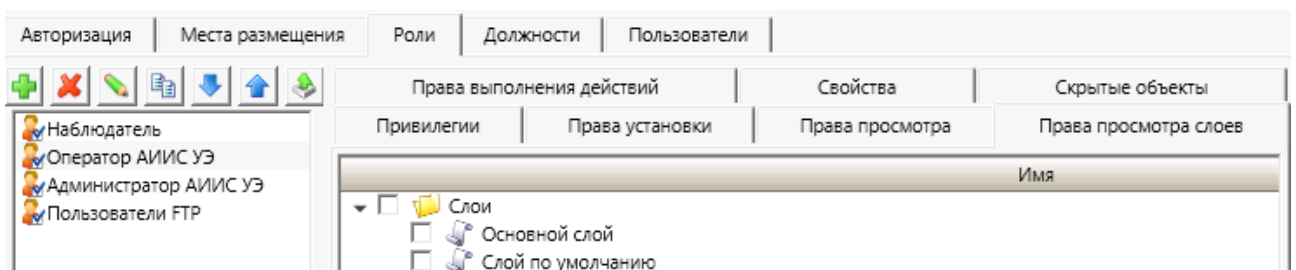

Рисунок 14 – Подраздел **Права просмотра слоев**
3.3.3.4 Подраздел **Права просмотра слоев** (рисунок 14) содержит настройки перечня слоев схем, доступных для просмотра пользователями роли.